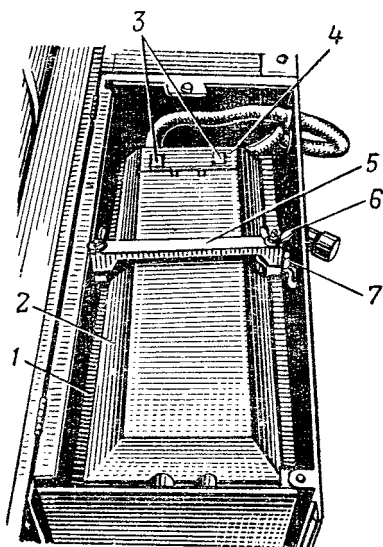

Рис. 70. Установка аккумуляторной батареи:
3. Вывернуть болт крепления защитной коробки 4 (рис. 70) и снять коробку.
1. Установить аккумуляторную батарею 2 (рис. 70) в гнездо 1, установить планку 5 и навернуть гайки-барашки 6 на стержни 7.
6. Установить защитную коробку 4 (рис. 70) на место и закрепить болтом.